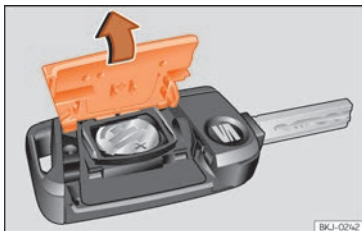

Abb. 132 Fahrzeugschlüssel: Deckel des Batteriefachs öffnen.
- Abdeckung auf der Rückseite des Fahrzeugschlüssels »» **Abb. 132** in Pfeilrichtung abnehmen »» ❶.
- Abdeckung wie gezeigt ansetzen »» **Abb. 132** und entgegen der Pfeilrichtung auf das Fahrzeugschlüsselgehäuse drücken, bis sie einrastet.
❶ VORSICHT